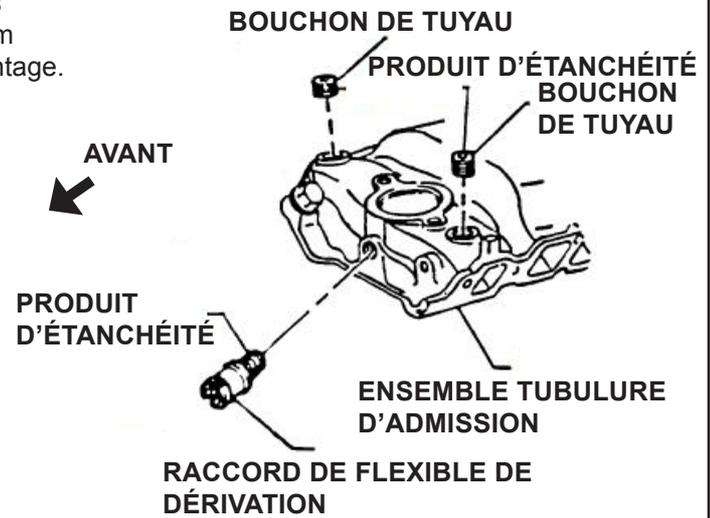

FIGURE 16
2. Utiliser du produit d'étanchéité à filets sur tous les filets qui s'insèrent dans les passages de liquide de refroidissement, d'huile ou d'orifice. Voir la figure 16.